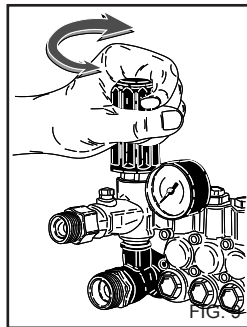

FIG. 9
Tryckregulatorn, fig. 9, gör att arbetstrycket kan ställas in. Vrid knappen C moturs (B) (lägsta) för att minska arbetstrycket.